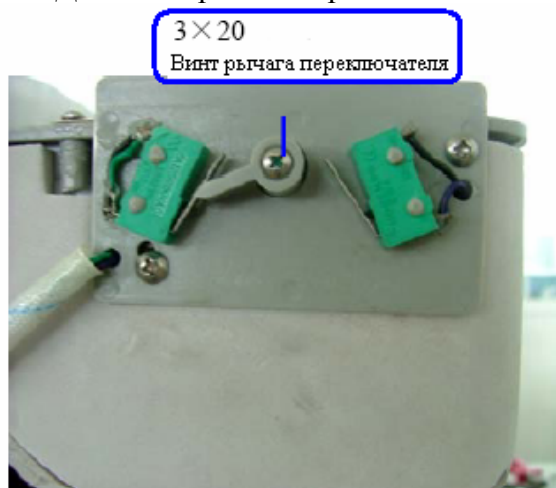

Рис. 10.1
- Открутите винт рычага переключателя, снимите его (Рис. 10.1);